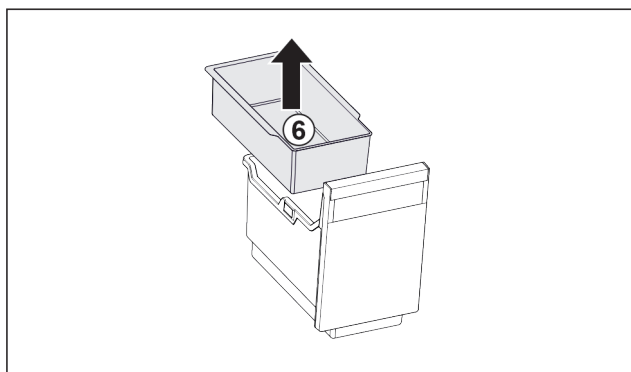

Fig. 124
- ▶ Извадете окачващата се поставка Fig. 124 (6).